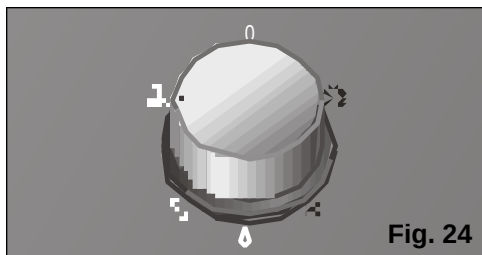

Fig. 24
- ☐ Seccione a velocidade de purificação: máxima $\swarrow$ ou silenciosa $\searrow$, **Fig. 24**.